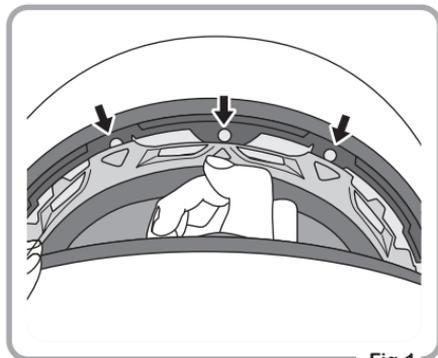

Fig.1
- ① Défaites les boutons-pression dans la zone frontale en les tirant vers le bas comme montré sur la Fig.1